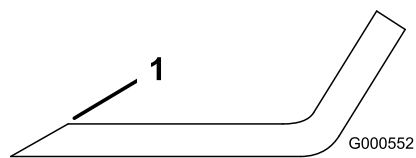

Рисунок 63
1. Заточите напильником режущую кромку на обоих концах ножа (Рисунок 63).
Примечание: Если нож не сбалансирован, удалите некоторое количество металла только с конца области загиба (Рисунок 63).